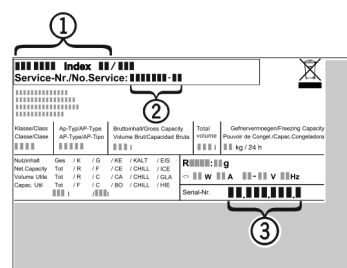

Fig. 13
- Apparaataanduiding Fig. 13 (1), servicenr. Fig. 13 (2) en serienr. Fig. 13 (3) van het typeplaatje aflezen. Het typeplaatje bevindt zich aan de linkerkant binnen in het apparaat.
- Contact opnemen met de Technische Dienst en het probleem, apparaataanduiding Fig. 13 (1), servicenr. Fig. 13 (2) en serienr. Fig. 13 (3) mededelen.